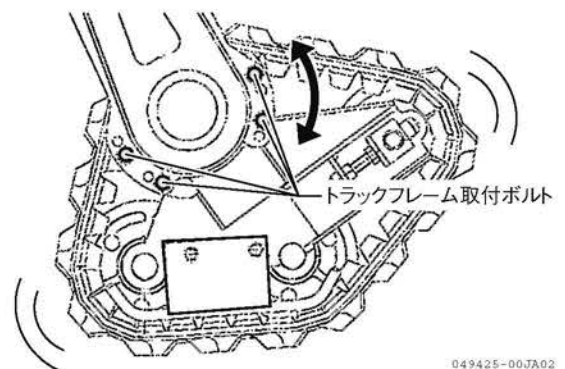

図 3-20 クローラ取付角度の調整のしかた
2. トラックフレーム取付ボルト (4 本) を外します。(図 3-20)
3. トラックフレーム全体を矢印の方向に回し、手順 2. で外したボルト (4 本) で固定します。(図 3-20)